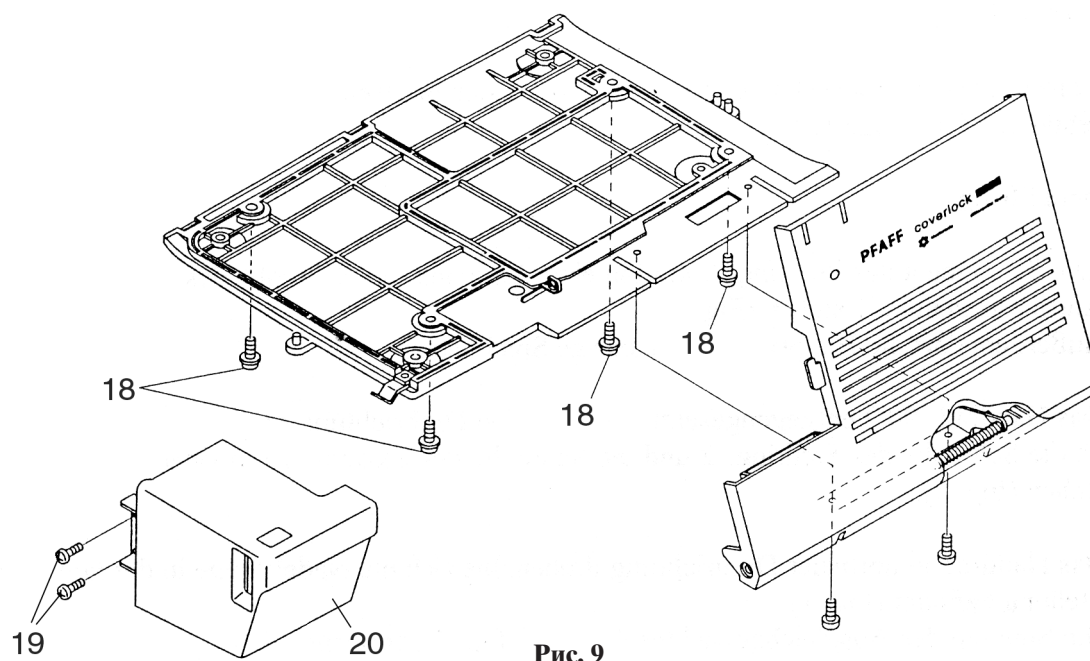

Рис. 9
- Выверните четыре винта 18 крепления плиты основания (рис. 9).